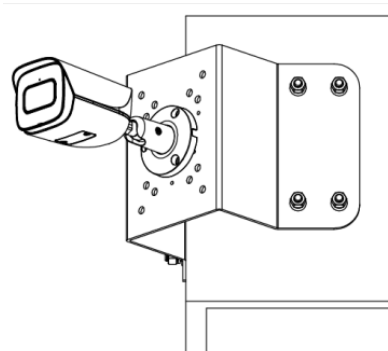

Рисунок 1.6 – Монтаж видеокамеры на угловом кронштейне BR-102
3. С помощью анкерных болтов из комплекта поставки закрепите угловой кронштейн с видеокамерой на установочной поверхности (Рисунок 1.6).